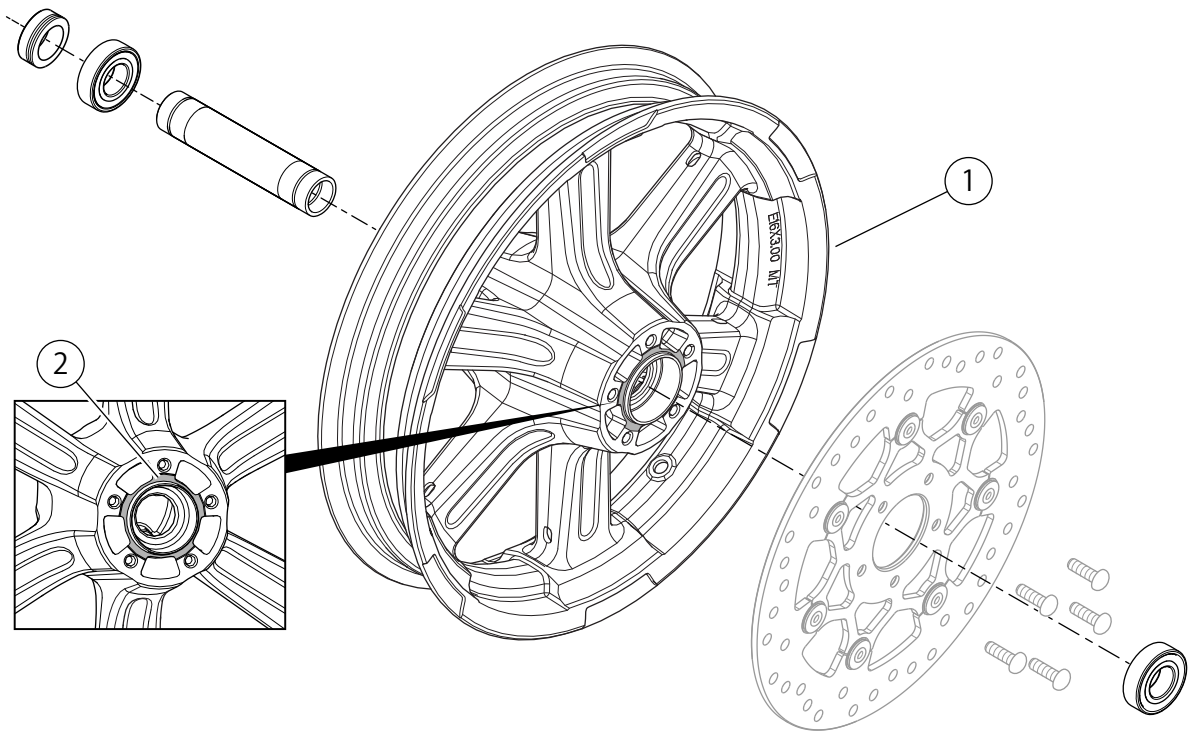

図2。交換用パーツ: フロントマチュエーテホイールキット
これらのキットにはカスタムホイールが付属し、キットによってはハブキャップも付属する場合があります。キット内容については、「図2を参照してください。」および「表3」を参照してください。
- 図2を参照してください。バルブシステムアッセンブリー(L)をホイールに取り付けます。サービスマニュアルの「タイヤ」を参照してください。